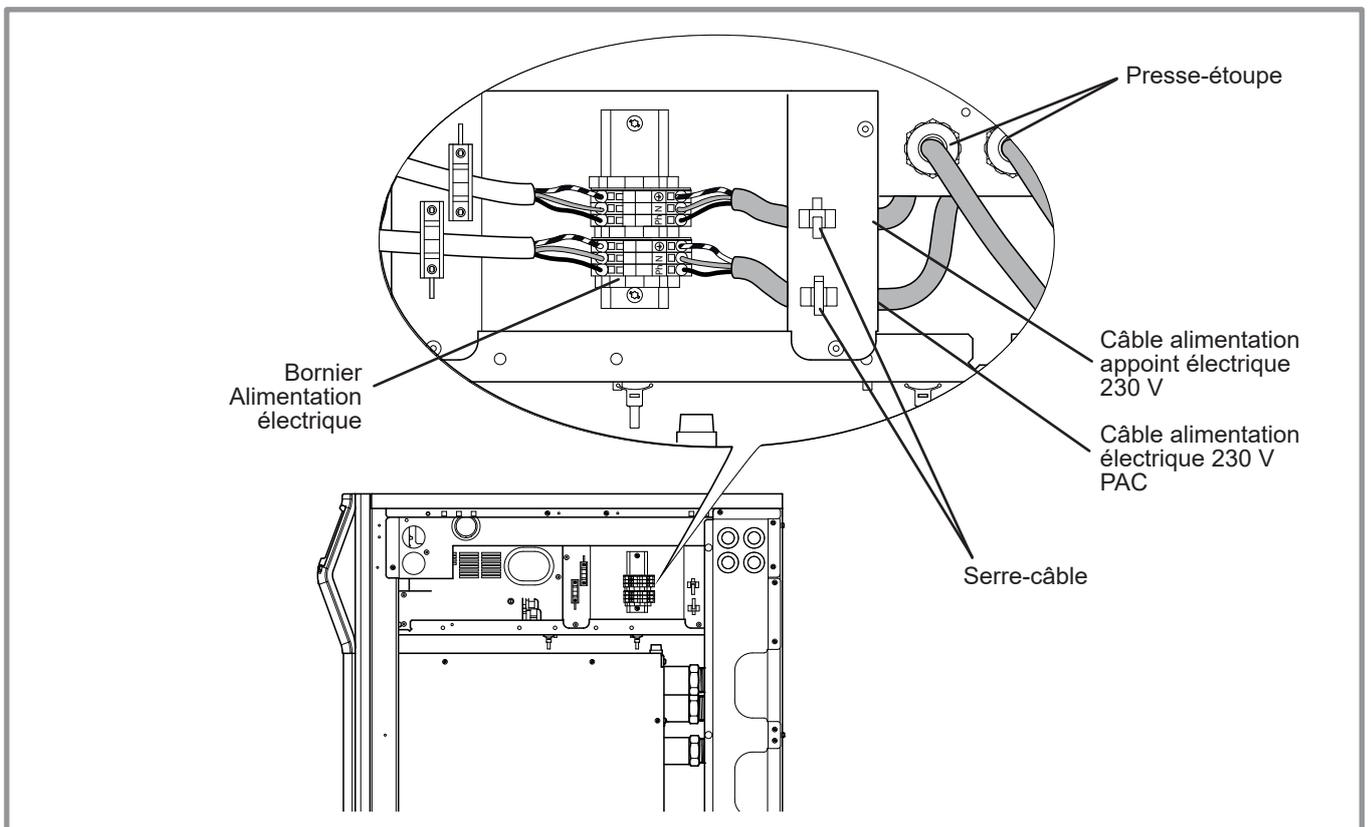

figure 18 - Raccordement au bornier d'alimentation électrique (vue de coté droit)
- Effectuer les raccordements suivant le schéma (figure 18, page 21).